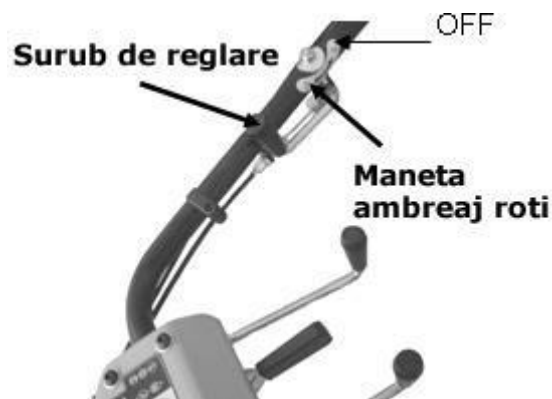

Figura 26
- Maneta ambreaj roti are rolul de a activa sau dezactiva roțile. Consultați Figura 26.
- Când maneta este în poziția ON roțile încep să se miște, pentru a opri mișcarea acestora aduceți în poziția OFF, în această poziție roțile pot funcționa dar nu sunt propulsate. Consultați Figura 26.
- Reglarea ambreajului roților: reglați fără a porni motorul. Când maneta este în poziția de ON, pneurile din cauciuc nu pot fi propulsate. Dacă nu, vă rugăm să rotiți șurubul de reglare spre interior. Când maneta este în poziția OFF, pneurile din cauciuc pot fi propulsate. Dacă nu, vă rugăm să rotiți șurubul de reglare spre partea exterioară. Consultați Figura 26.
8. Rotiți maneta ambreajului pentru roți pe poziția "OFF". Consultați figura 26.